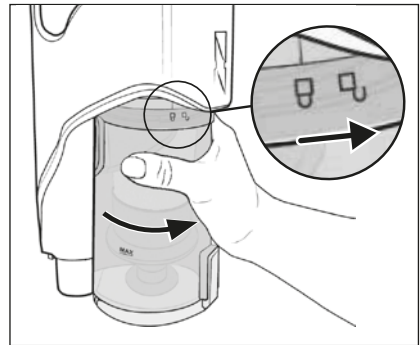

Fig. 23
- 8) Reinserire il contenitore di raccolta della polvere **6** nell'apparecchio e ruotarlo in direzione del simbolo  (chiudere) fino a quando non si innesta saldamente nell'apparecchio (vedere fig. 23).